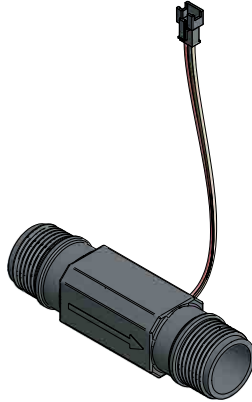

Figura 1
1. Instale el caudalímetro de 1" (2.54 cm) en la línea de salida de agua acondicionada del sistema que está monitoreando. La flecha del caudalímetro debe apuntar en la dirección del flujo de agua. Consulte la figura 1.